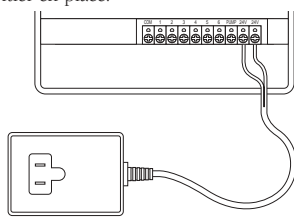

FIGURE 16 : Raccordement du transformateur
- Il peut être nécessaire d'ouvrir la borne pour insérer ou retirer le fil. Pour ce faire, tournez la vis avec un tournevis Phillips jusqu'à ce que le fil soit fixé [Voir Figure 16].